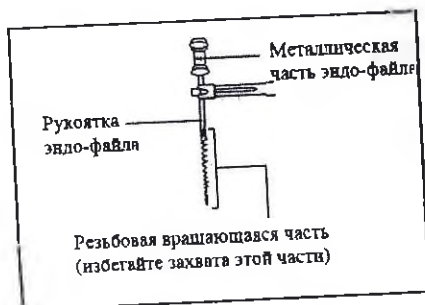

Рисунок 24
- г. Правильный захват эндо-файла (см Рисунок 24). Неправильный захват эндо-файла (см. Рисунок 24)